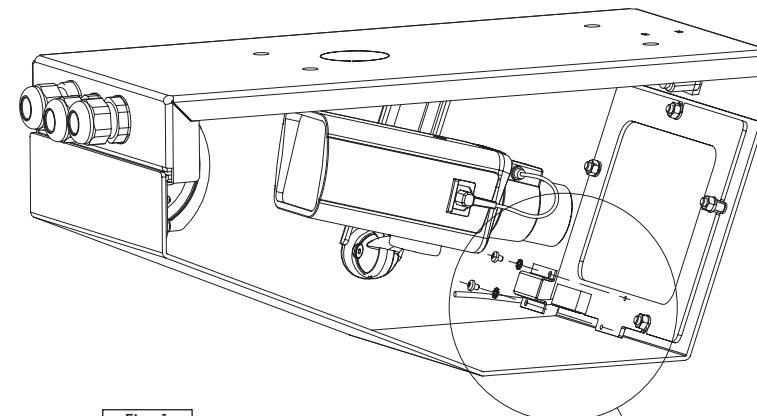

Fig. 1
- Montare il kit nella parte anteriore della custodia come indicato in Fig. 1, in sequenza: la resistenza PTC (1), il supporto di fissaggio (2), le rondelle e le viti (3).
- Monter le kit dans la face avant du caisson comme en Fig. 1, en installant en sequence: la résistance PTC (1), le support de fixation (2), les rondelles et les vis (3).
- Mount the kit in the front side of the housing as shown in Fig. 1, installing in order: the PTC resistance (1), the fixing support (2), the washers and the screws (3).
- Das Kit auf die vordere Seite des Gehäuses wie im Fig. 1 befestigen. In Ordnung: Widerstand PTC (1), Befestigungshalterung (2), U-Scheiben und Schrauben (3).